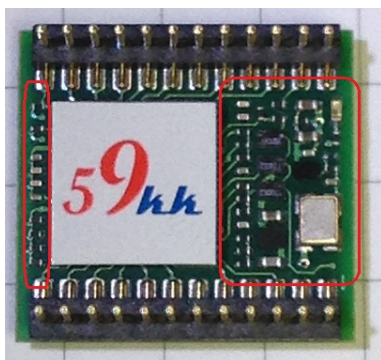

図 11.1. uSDCONF1A Bottom View
- ・ しかしながら、図 11.1. のように、モジュールの裏側は高密度にチップ部品を実装しており、取扱いに注意して取り外さないと不用意に部品を押しつぶしたり、パターンを剥離してしまいかねません。
- ・ ドライバ等でモジュールをソケットから抜き取る場合、図 11.1 の部品配置を常にイメージして、赤枠部分に力がかからないよう十分に注意して下さい。
- ・ ドライバ等で取り外す場合、図 11.2 のようにモジュール下への差し込みが十分でない場合、図 11.1 の赤枠の部分に作用点が働いてしまうとチップ部品を破損してしまいます。